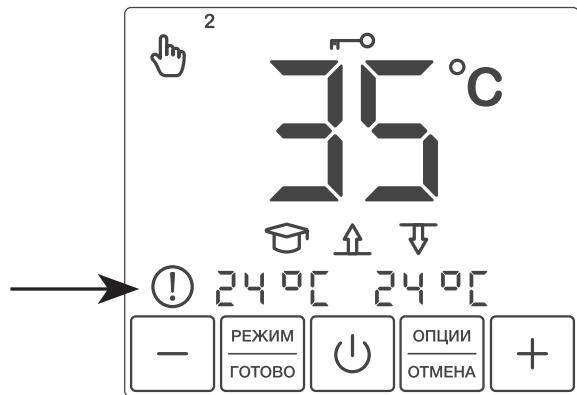

Рис. 15. Невозможно разогреть
1. При невозможности системы разогреть поверхность до установленной температуры в течении 4-х часов, на дисплее появляется соответствующая информация (рис. 15).